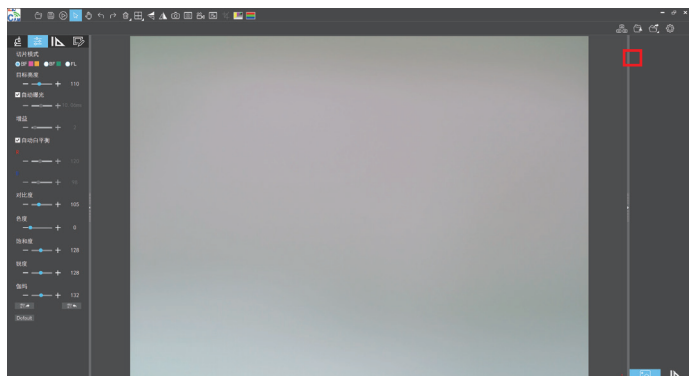

图1
- (1) 将支持5G WiFi IEEE802.11ac协议的Windows电脑或笔记本电脑接入跟相机同一个的局域。
- (2) 在Windows电脑或笔记本电脑上安装并运行软件KoPa Capture Pro。
- (3) 当局域网内只有一台网络相机的时候，软件可自动获取相机的实时动态视频。
- (4) 当同一局域网内有多台网络相机的时候，点击KoPa Capture Pro右上角图标“”（下图1），列表自动显示当前局域网内所有相机（下图2），根据需要选择相机，支持随时中途切换。